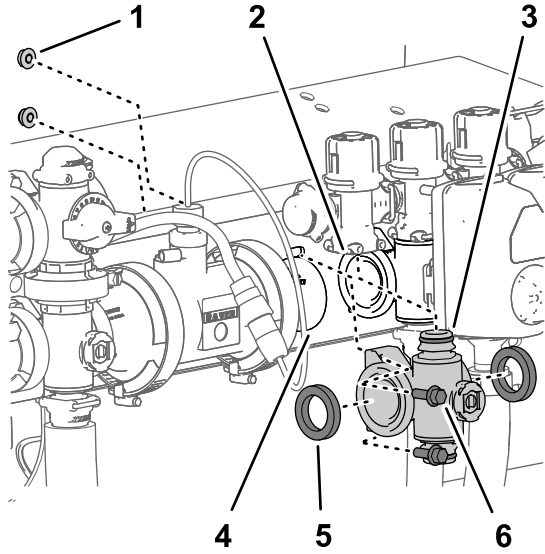

Figura 122
4. Para los distribuidores de la válvula de sección izquierdo y derecho, retire los 2 pernos con arandela prensada ($\frac{1}{4}$ " x $\frac{3}{4}$ ") y las tuercas prensadas y las 2 contratuercas prensadas ($\frac{1}{4}$ ") que sujetan el distribuidor de la válvula de sección al soporte de la válvula (Figura 122).
5. Mueva el distribuidor de la válvula de sección y las juntas hacia abajo hasta que estén libres de la válvula de desvío de sección, y luego retírelos de la máquina (Figura 122).